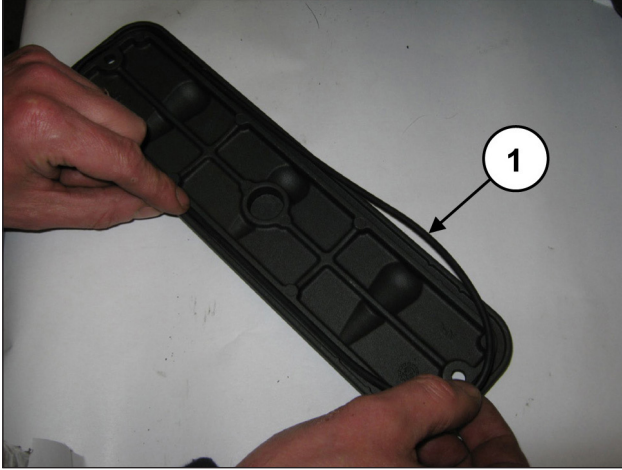
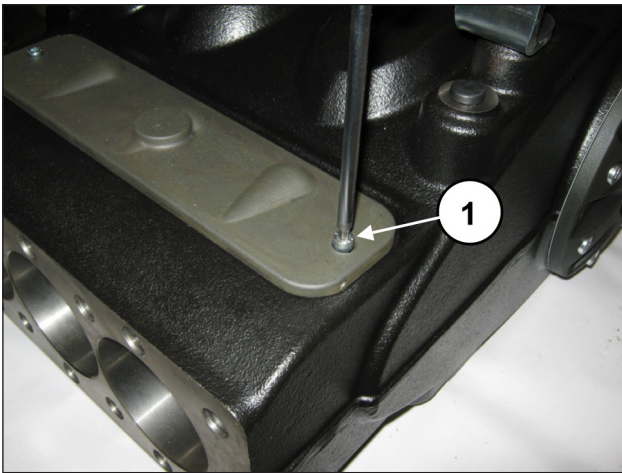

Abb. 160
Abb. 161
Setzen Sie auf die Inspektionsdeckel den O-Ring (Pos. ①, Abb. 160) und montieren Sie die Deckel mit 2+2 Schrauben M6x14 (Pos. ①, Abb. 161).